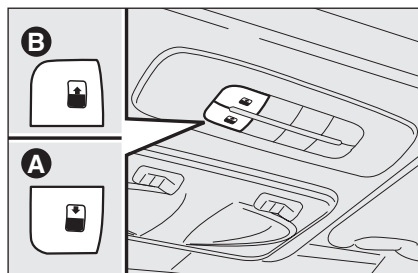
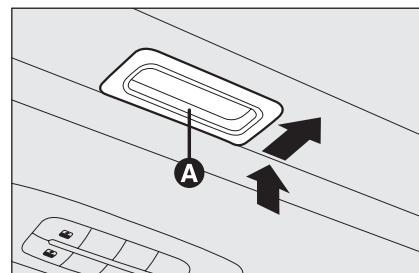

fig. 78
fig. 79
Il tetto apribile ad ampia vetratura è composto da due pannelli in vetro di cui uno fisso e uno mobile dotati di due tendine parasole (anteriore e posteriore) a movimentazione manuale. Le tendine possono essere utilizzate nelle posizioni “tutta chiusa” e “tutta aperta” (non hanno posizioni fisse intermedie). Per aprire le tendine: impugnare la maniglia **A**-fig. 79, svincolarla ed accompagnarla seguendo il senso indicato delle frecce fino alla posizione “tutta aperta”. Per chiuderle seguire il procedimento inverso. Il funzionamento del tetto apribile avviene solo con chiave di avviamento in posizione **MAR**. I comandi **A-B** fig. 78 posti su plancia dedicata vicino alla plafoniera anteriore, comandano le funzioni di apertura/chiusura tetto apribile.
Premere il pulsante **B**-fig. 78 e mantenerlo premuto, il pannello vetro anteriore si porterà in posizione “spoiler”; premere nuovamente il pulsante **B**-fig. 78 e, agendo sul comando per più di mezzo secondo, si innesca il movimento del cristallo del tetto che prosegue automaticamente fino a fondo corsa; il cristallo del tetto può essere fermato in una posizione intermedia agendo nuovamente sul pulsante.
Dalla posizione di apertura completa, premere il pulsante **A**-fig. 78 e, se si agisce sul pulsante per più di mezzo secondo, il cristallo anteriore del tetto si porterà automaticamente in posizione “spoiler”; agendo nuovamente sul pulsante, il cristallo del tetto si ferma in posizione intermedia; premere nuovamente il pulsante **A**-fig. 78 e mantenerlo premuto fino alla chiusura completa del pannello.
- premere il pulsante **A-fig. 79** in posizione di chiusura;